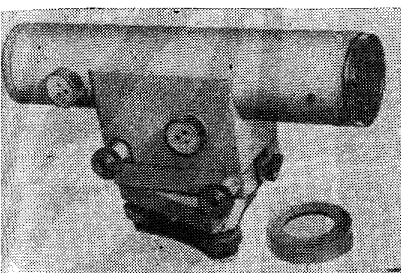

Рис. 15. Нивелир N2
3.8. Нивелир N2 (рис. 15) предназначен для производства нивелирования II класса, может применяться для наблюдения за осадками и деформациями зданий и сооружений и при высокоточном монтаже оборудования.